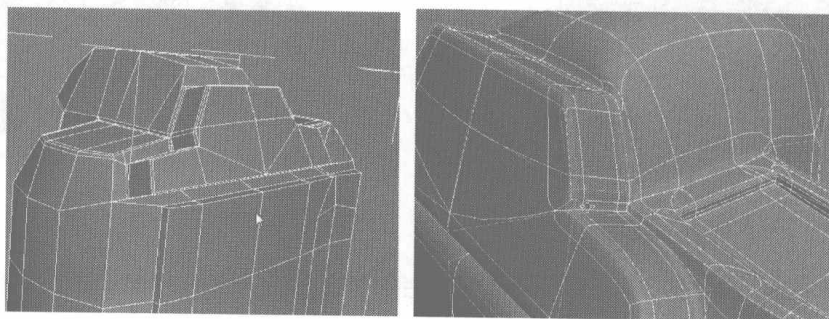

图 6.161
- 06 此时，取景器的轮廓制作完成，可参看贴图来细致地调整其细节部分，这里不再赘述，效果如图 6.161 所示。